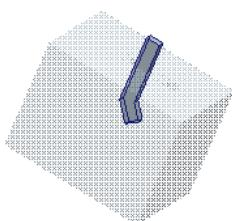
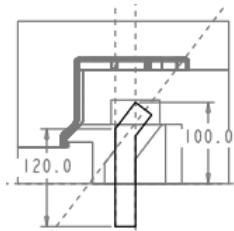

图 26.30 实体拉伸特征
图 26.31 截面草图
(1) 在系统弹出的“创建元件”对话框中，在**类型**区域选中**零件**单选项，在**子类型**区域选中**实体**单选项，在**名称**文本框中输入元件的名称BEND_POLE；单击**确定**按钮。
(2) 在系统弹出的“创建选项”对话框中选中**创建特征**单选项，然后单击**确定**按钮。系统弹出“模具特征”菜单。
Step3. 创建图26.30所示的实体拉伸特征。
(1) 单击**模具**功能选项卡**形状**区域中的**拉伸**按钮，此时系统弹出“拉伸”操控板。
(2) 定义草绘截面放置属性。在绘图区中右击，选择快捷菜单中的**定义内部草绘...**命令。系统弹出“草绘”对话框，然后选择MOLD_FRONT基准平面作为草绘平面，草绘平面的参考平面为MOLD_RIGHT基准平面，方位为**右**，单击**草绘**按钮，进入草绘环境。
(3) 进入截面草绘环境后，绘制图26.31所示的截面草图；完成截面草图的绘制后，单击“草绘”操控板中的“确定”按钮 \checkmark 。
(4) 选取深度类型并输入深度值。在操控板中选取深度类型**穿透**，再在深度文本框中输入深度值14.5，并按回车键。
(5) 在“拉伸”操控板中单击 \checkmark 按钮，完成特征的创建。